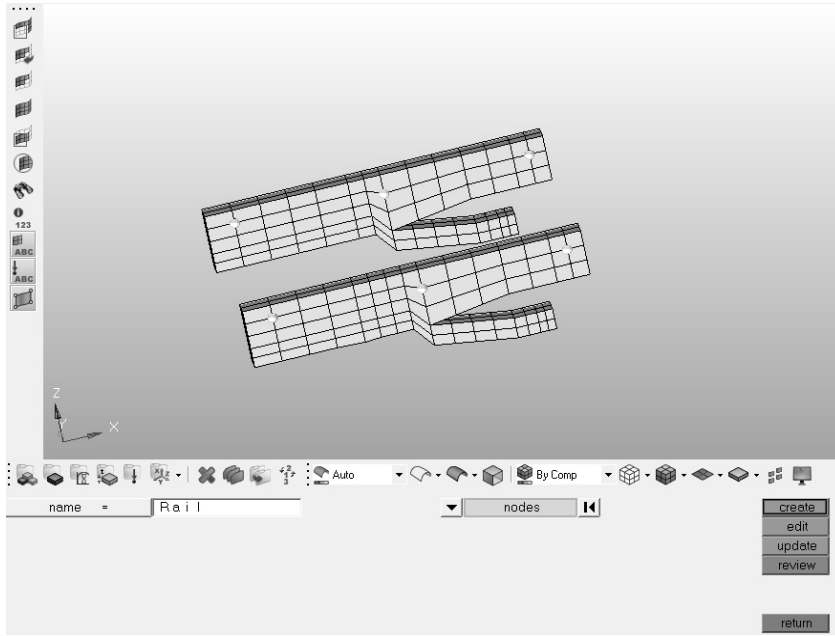

图 8-45 定义节点时间历程
- (1) 使用模型浏览器设置仅显示 rail。
- (2) 从 Tools 菜单中选择 Create cards>TH>NODE。
- (3) 在 name 栏中输入 Rail, 如图 8-45 选择 Rail 上的节点。
- (4) 单击 Create 按钮, 然后单击 edit 按钮。
- (5) 在 Var 栏中输入 DEF。
- (6) 单击 return 按钮，返回主面板。